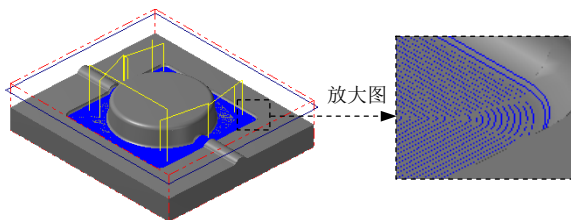

图 12.28 刀具路径
Step6. 单击“曲面精加工浅平面”对话框中的 ☒ 按钮，同时在图形区生成图 12.28 所示的刀具路径。